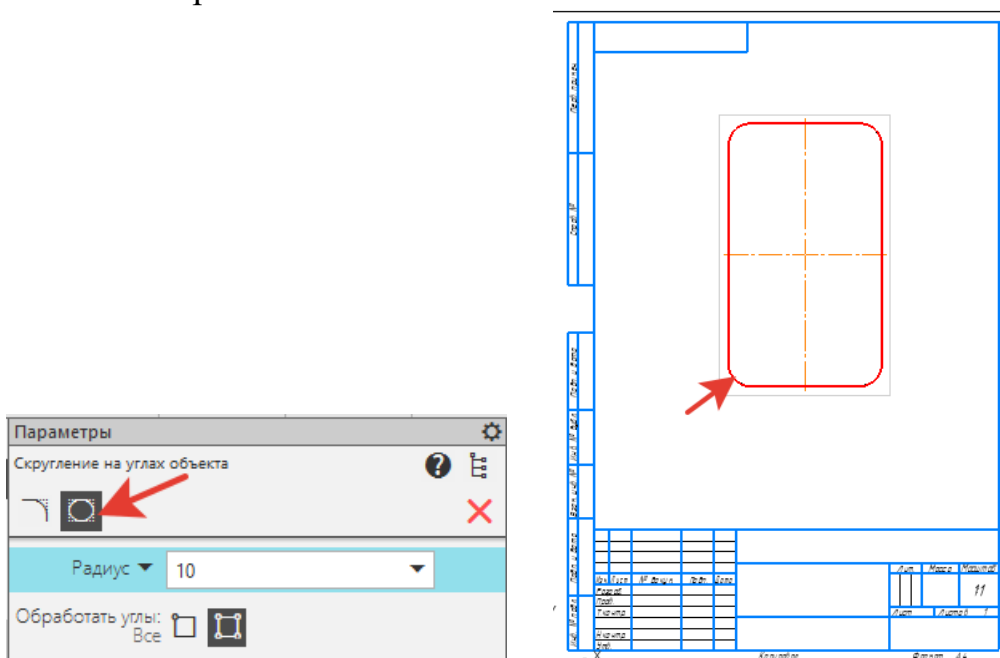

Рисунок 13.
5. На инструментальной панели **Геометрия** найдите кнопку  **Скругление на углах объекта** (рисунок 13). В **Параметрах** выберите режим -  **На углах объекта**. Задайте радиус - **10 [Enter]**.